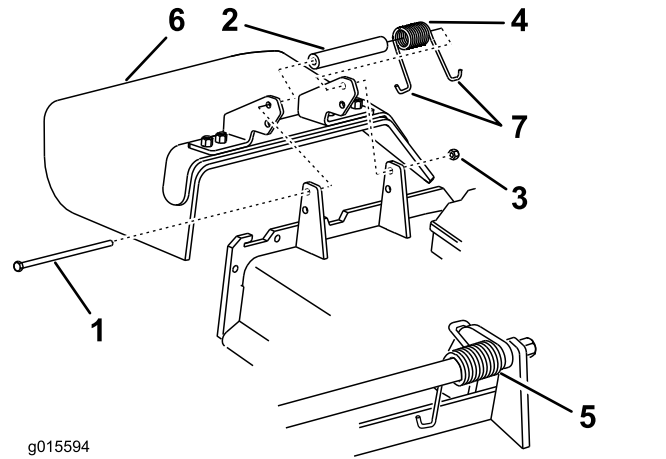

Figura 17
4. Retire a porca de bloqueio, o parafuso, a mola e o espaçador que fixam o defletor aos apoios de articulação (Figura 17).
5. Remova o defletor de relva (Figura 17).